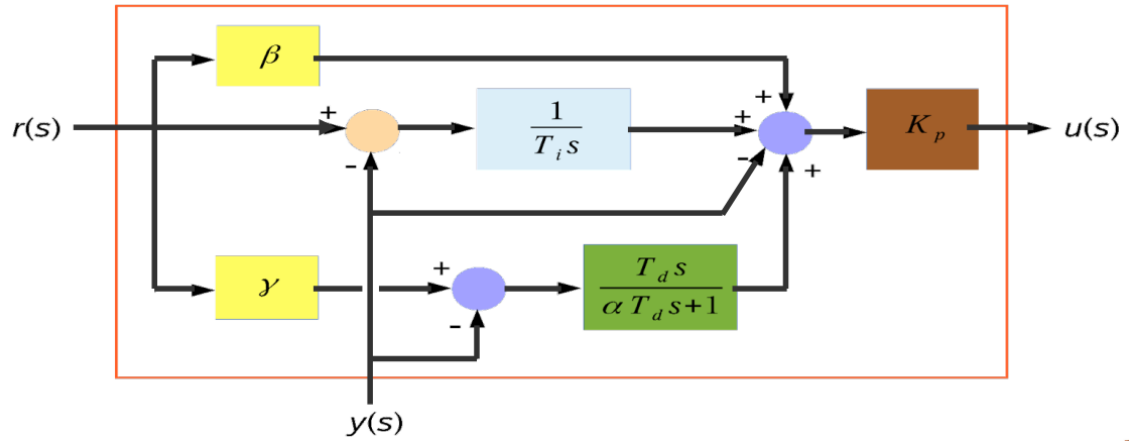

Figura 3: Implementación PID estándar
A modo informativo, el controlador PID utilizado en este apartado se basa en la implementación mostrada en la Figura 3. En este caso, los valores de  $\beta$  pueden ser 1 en el caso de utilizar el método uSORT sin considerar la corrección de  $\beta$  o bien el valor calculado utilizando (16).  $\alpha$  se mantiene en 0.1 mientras que aparece una variable extra,  $\gamma$ , la cual dejaremos siempre a 0.